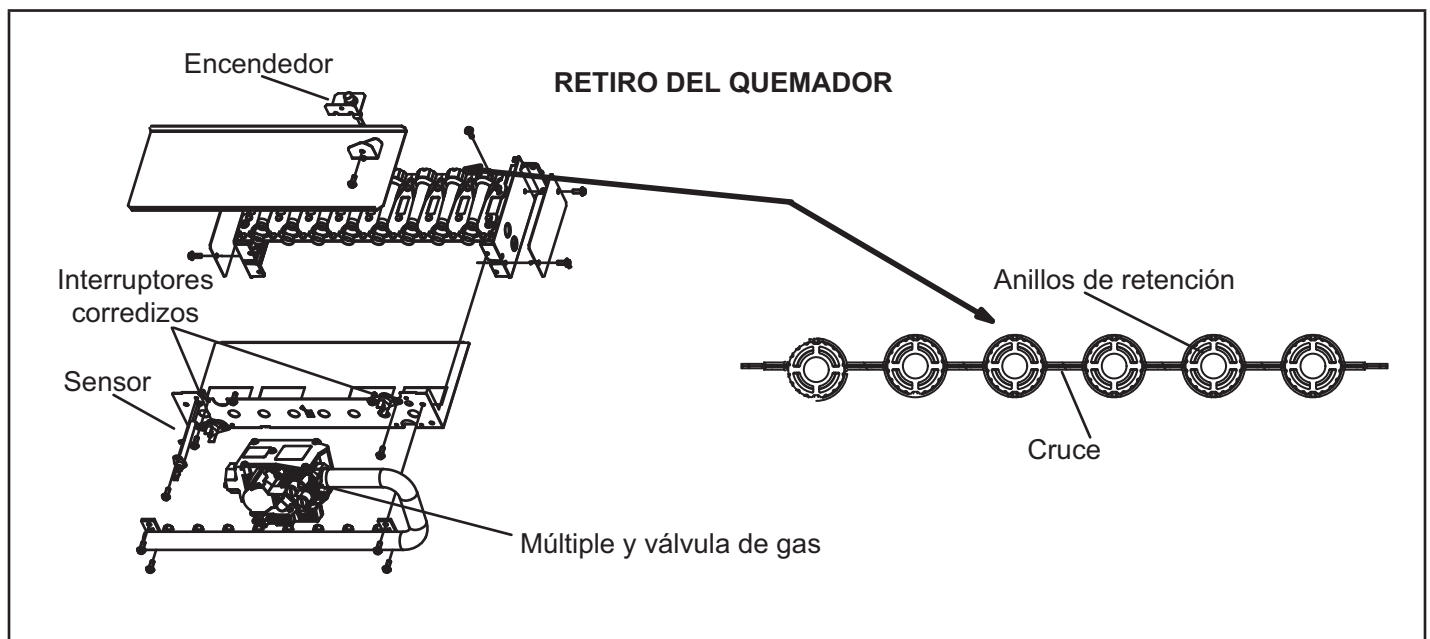

Figura 33
- 4- Para limpiar los quemadores, utilice una aspiradora con un cepillo blando sobre la superficie de los quemadores. Inspeccione visualmente dentro de los quemadores y cruces para detectar algún bloqueo causado por materias extrañas. Quite cualquier bloqueo. La Figura 33 muestra el detalle del quemador.